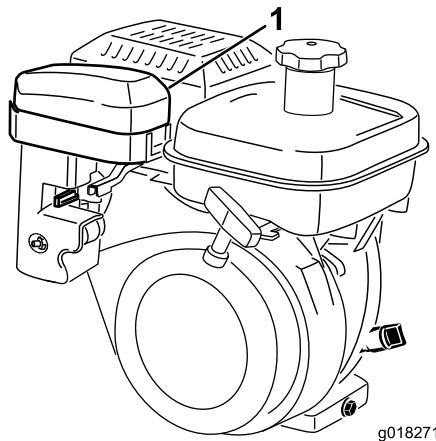
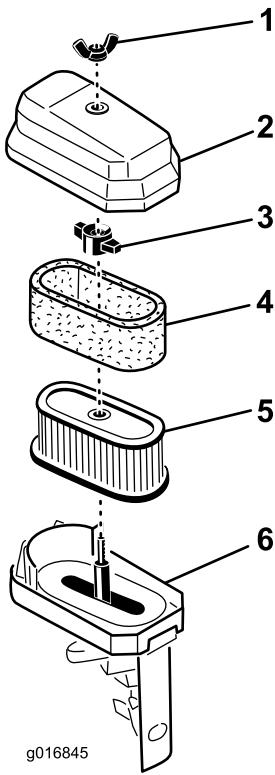

Figure 32
Figure 33
2. Enlevez les écrous à oreilles qui fixent le couvercle du filtre à air et déposez le couvercle. Nettoyez soigneusement le couvercle (Figure 32 et Figure 33).
3. Si l'élément en mousse est engraissé, sortez-le de l'élément en papier (Figure 33). Nettoyez-le soigneusement.